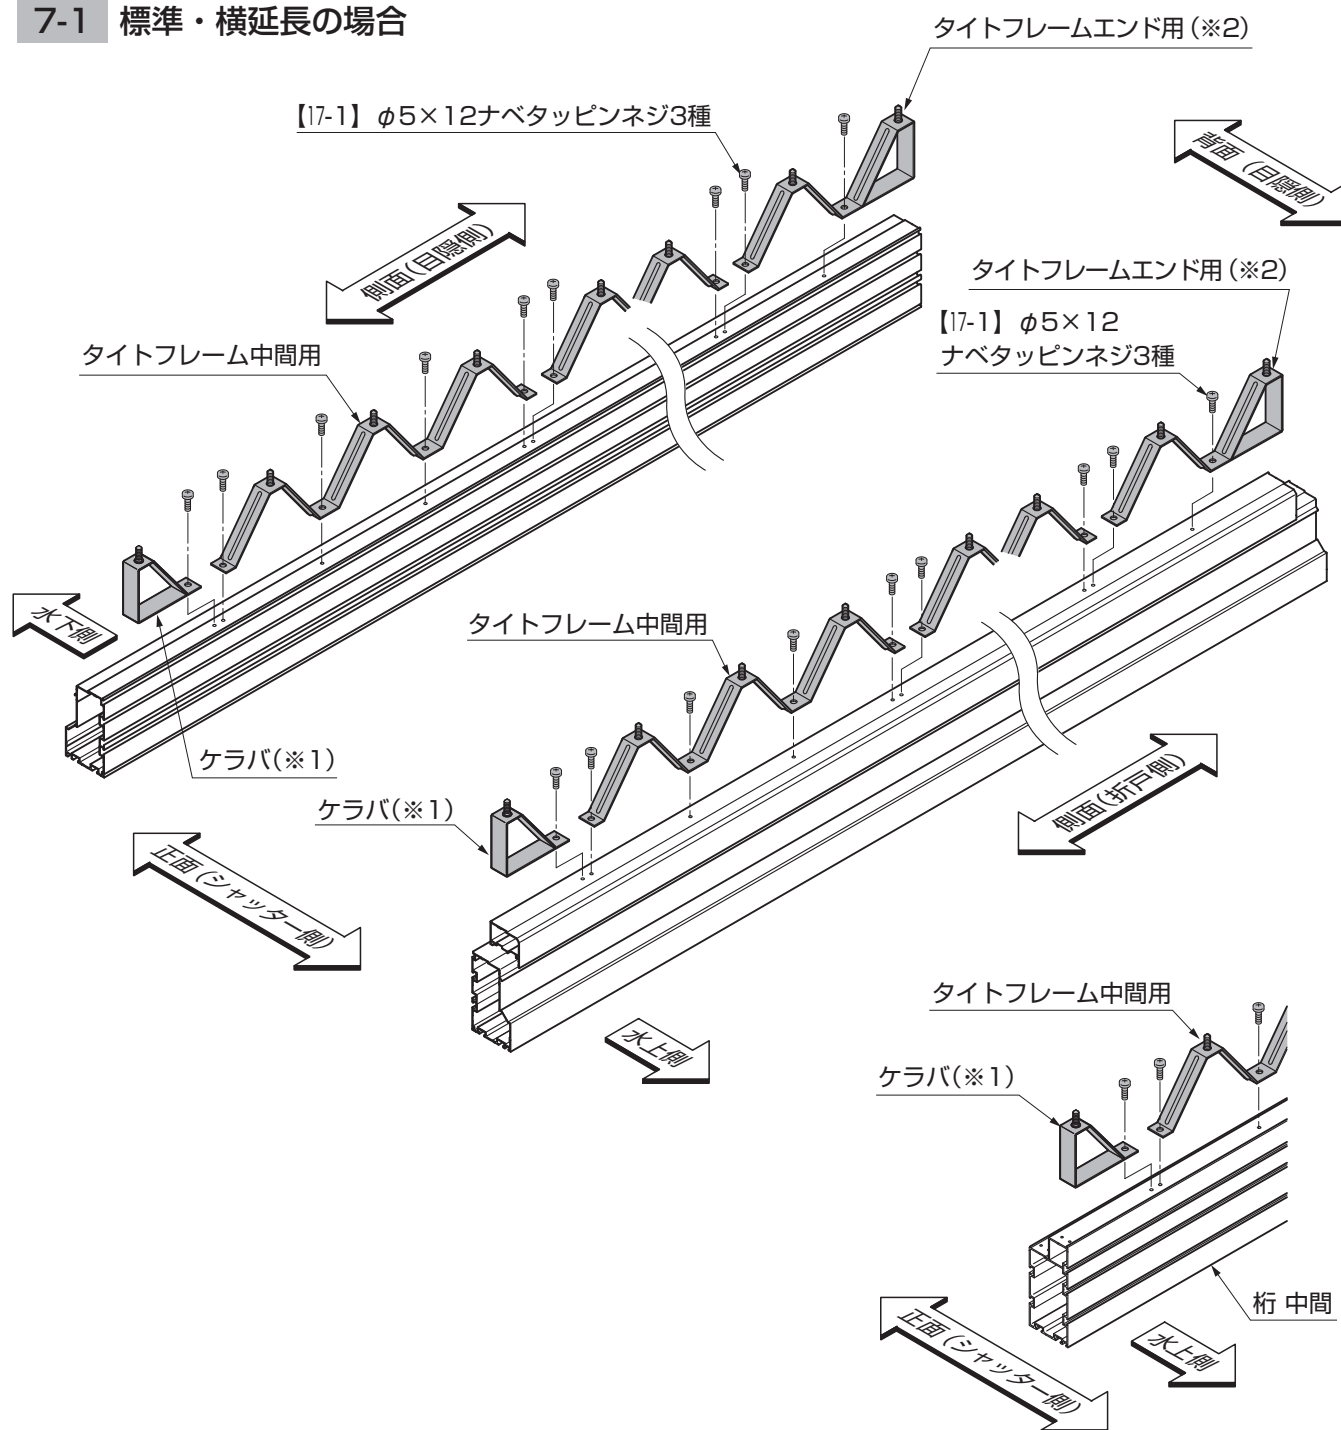

図7-1 桟 中間への取付け (横延長の場合)
- 横延長の場合は、桟 中間にもタイトフレームを取付けてください。(図7-1 参照)